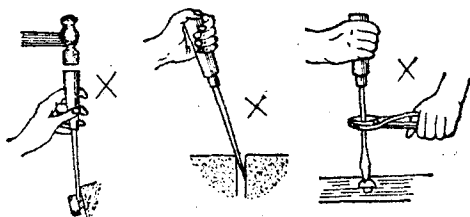

图 1-6 起子的错误使用方法
(4) 禁止将工作物拿在手上拆装螺钉，以防起子滑出伤手。
(5) 禁止用起子当撬棒或凿子使用，也不准在起子柄和槽口处另用扳手或长钳子来增加扭力（如图1-6），以防扭曲或扭弯起子。